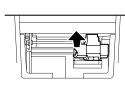

Fig. 2
- Affermare il rullo inchiostroato tenendolo per la parte superiore e rimuoverlo tirandolo prima verso di sé e quindi verso l'alto (Fig. 2)